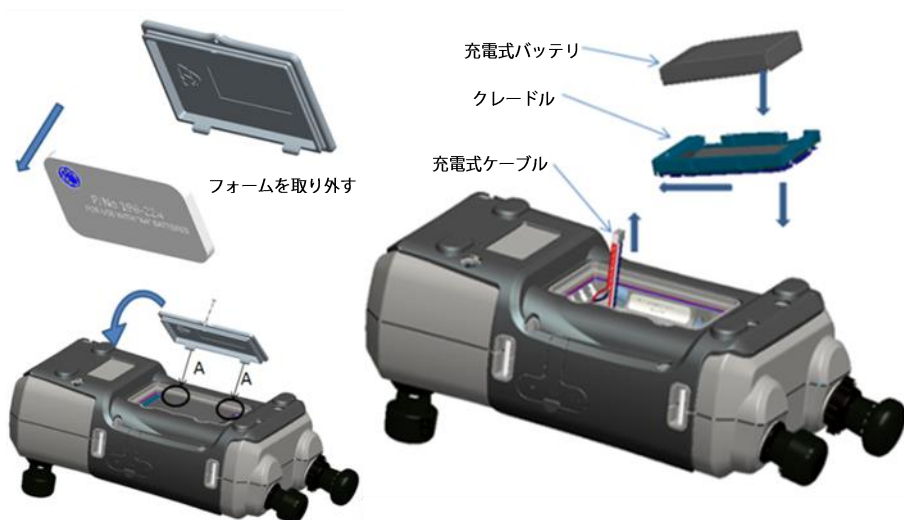

図2 充電式バッテリーキットの取り付け
6. バッテリーカバーを再度取り付けます。スロット (A) の内部にあるラグを押してバッテリー収納部を閉じ、カバーを斜めに下げ、固定ねじを締めて固定します。(図2を参照)